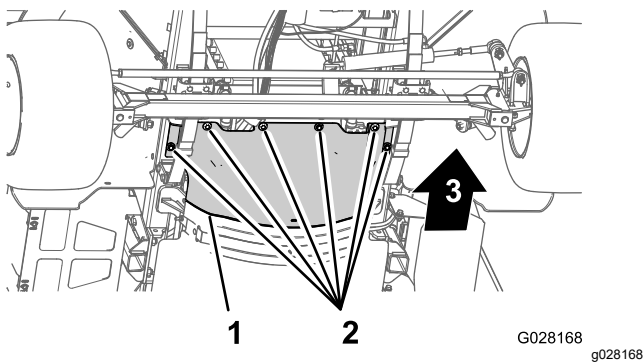

Figura 62
3. Rimuovete i 6 bulloni a testa esagonale e le 6 rondelle che fissano lo schermo termico anteriore avanti allo chassis e rimuovete lo schermo (Figura 62).